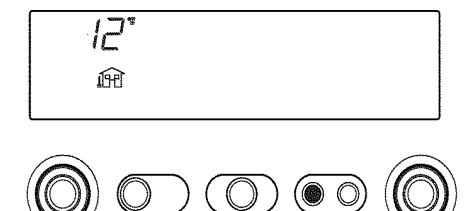

Рис.32
**Info 1** только при подключенном внешнем (уличном) датчике, отображается уличная температура (например, 12°C) (рис. 32). Отображаемые на дисплее значения заключены в пределах от -40°C до +40°C. При выходе за эти пределы на дисплее отобразится “--”.